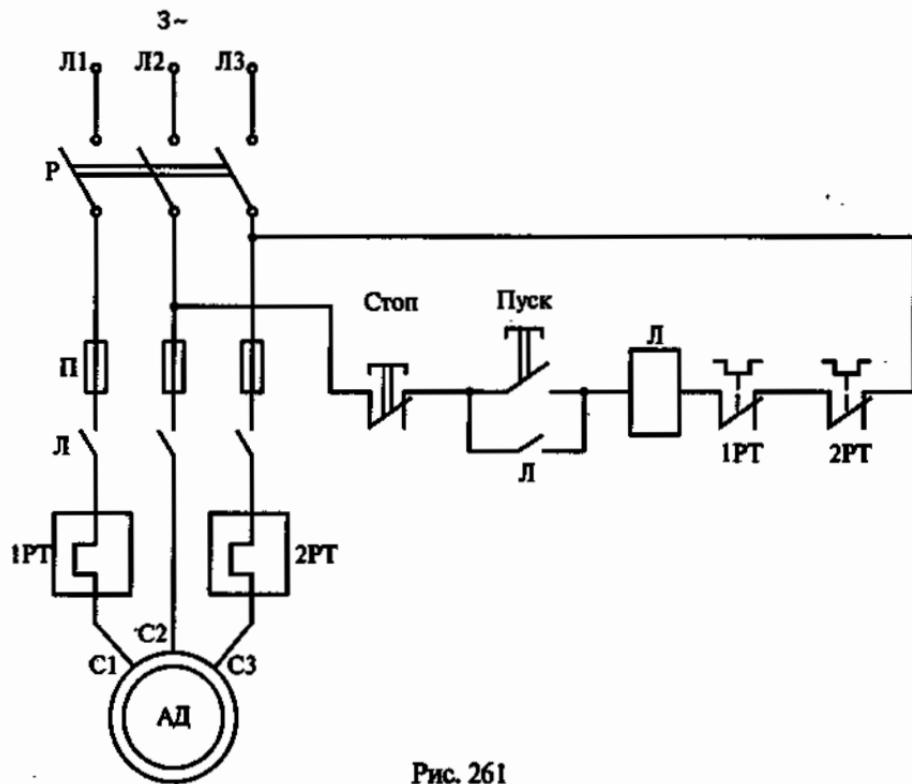

Рис. 261
11.26. Какие виды защиты предусмотрены в схеме нереверсивного магнитного пускателя, представленной на рис. 261? (Указать неправильный ответ.)
11.27. Какого типа блок-контакт контактора Л в схеме нереверсивного магнитного пускателя на рис. 261?